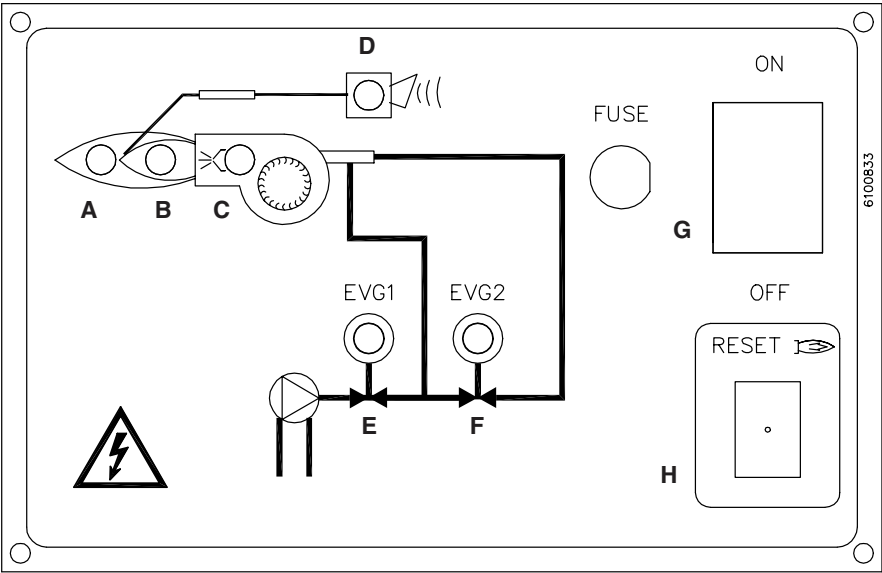

Fig. 17b - Quemadores bistadio
- Controle que la caja de control de la llama no se encuentre en la posición de bloqueo (luz indicadora D encendida), de ser necesario, desbloquéela mediante el botón de desbloqueo (F en la Fig. 17b), en el cuadro frontal del quemador.